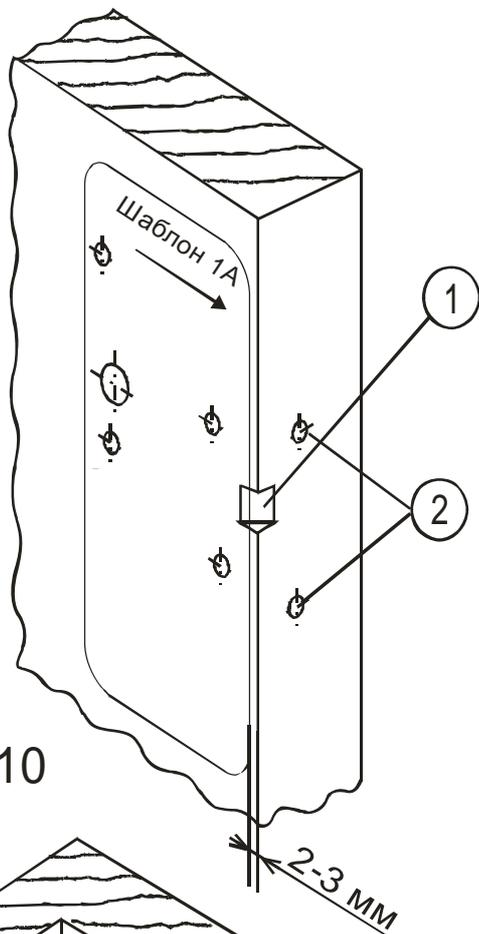
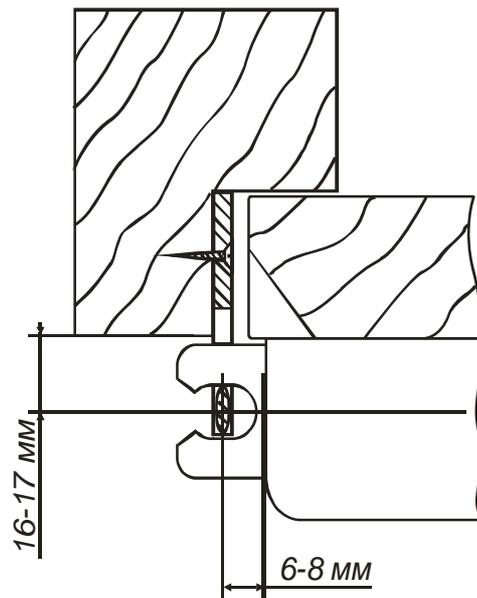

Рис. 10
Рис. 12
6.1.2. Приложите шаблон А с внутренней стороны двери так, чтобы стрелка на шаблоне указывала на край двери и шаблон находился на расстоянии 2...3 мм от края двери (рис. 10). Выполните разметку отверстий по шаблону.
6.1.3. В районе заштрихованного сектора снимите фаску (рис.10, позиция 1) для хода ригеля (рис. 12).
6.1.5. В торце двери на уровне выполненных отверстий 2, 3 высверлите два отверстия диаметром 10 мм на глубину 30 - 40 мм (рис. 10, позиция 2 и рис. 16, позиция 1).
6.1.8. Установите широкую запорную планку (рис.1, позиция 4) в соответствии с рис. 11, рис.12.
6.1.9. Проверьте взаимодействие ригеля замка и запорной планки (рис. 12).